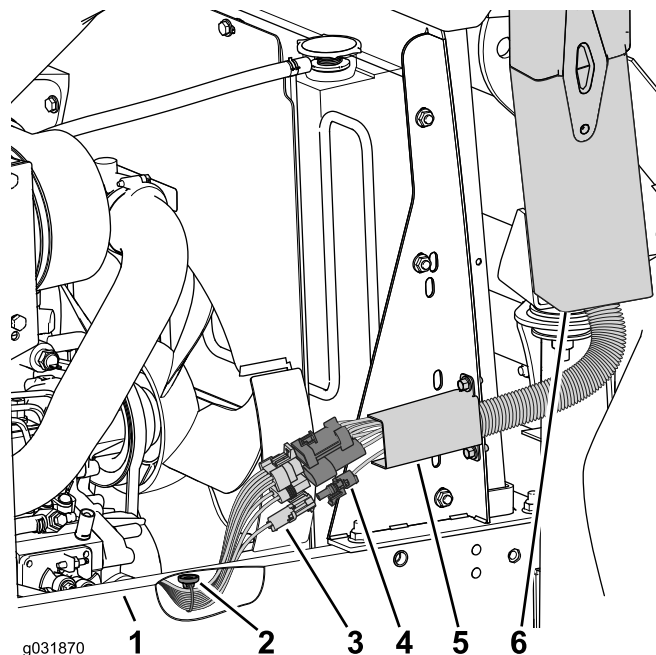

Figure 53
- Placez support magnétique sous le cadre (Figure 53).
- Branchez le faisceau de câblage de la machine au faisceau de câblage de la cabine (Figure 53).